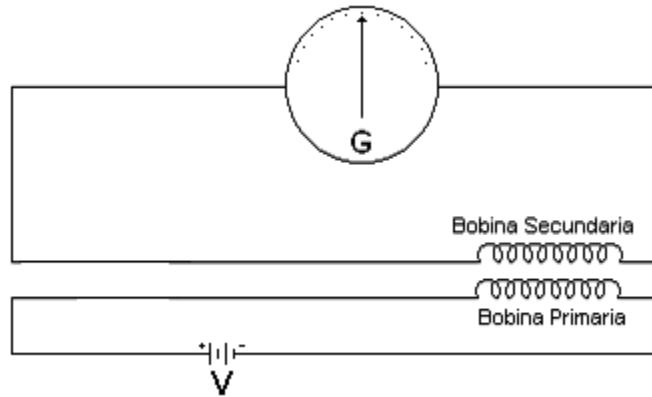

Figura 9.2. Montaje para producir una FEM inducida en la bobina secundaria.
4. Colocar la bobina primaria dentro de la secundaria y conectar aquella, a la fuente de CC (ver Figura 9.2).